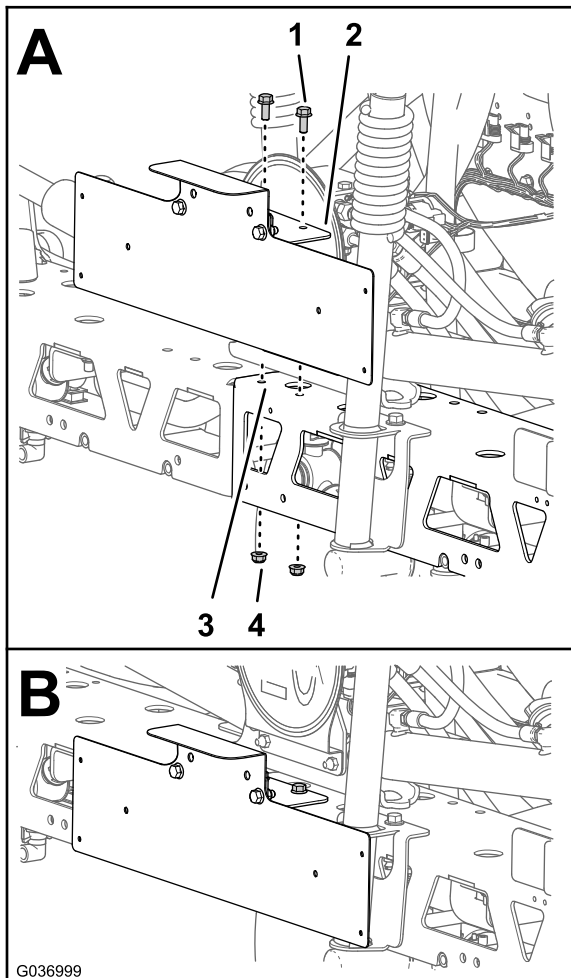

図 16
- 2. 支持ブラケットの穴を、センターブームのフレームについている穴に合わせる 図 16のA。
- 3. 支持ブラケットを、センターブームに組み付ける 図 16のBフランジヘッドボルト 5/16 x 3/4 インチ 2本とフランジロックナット 5/16 インチ 2個を使用する。